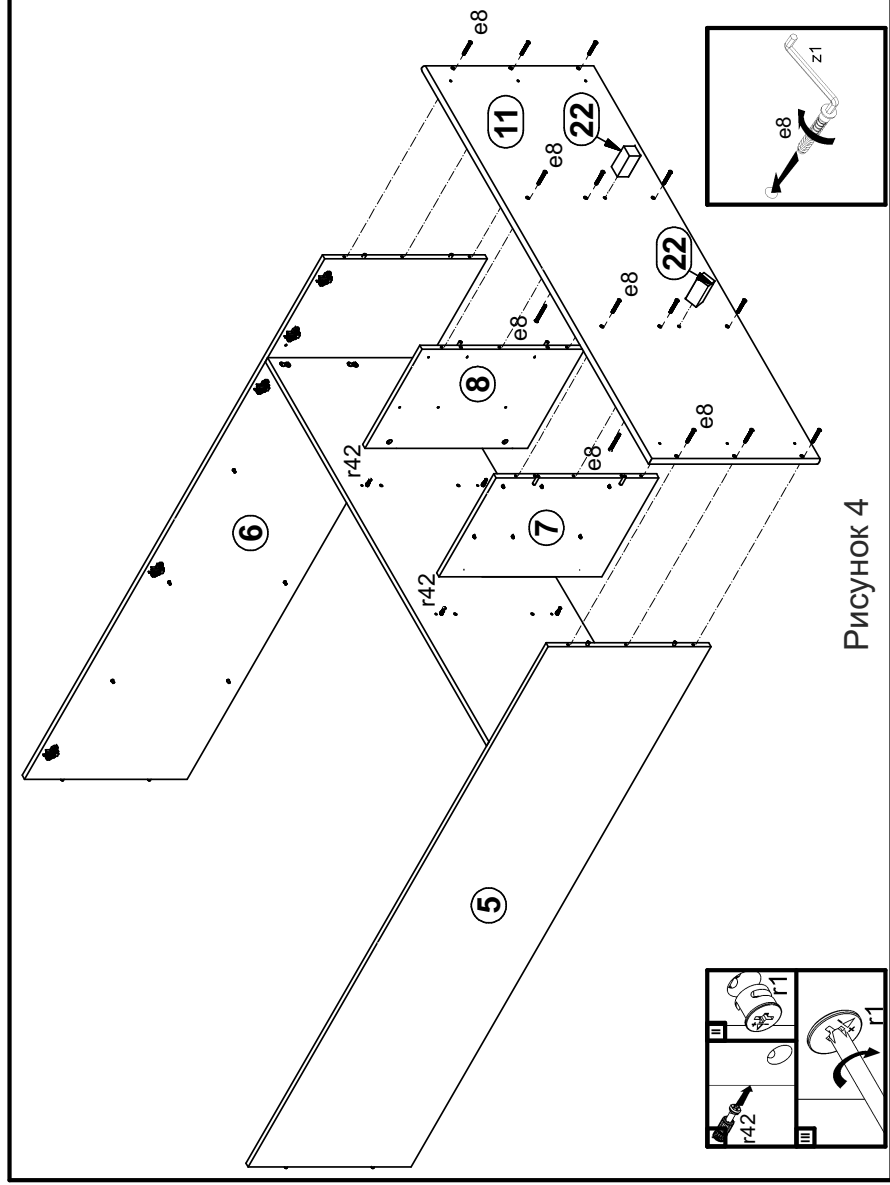

Рисунок 4
10. В отверстия Ø8 мм на нижней поверхности щита нижнего 11 еврошурупами e8 закрепить ноги опорные 22 (см. рис. 4).